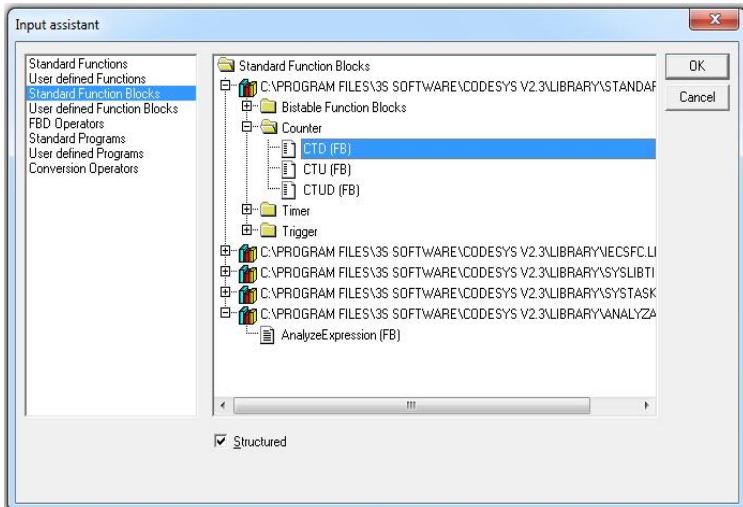

Рис. 2.2 – Вікно вибору декрементного лічильника *CTD*
ЛКМ один із створених елементів і далі використайте асистент вводу для заміни елемента *AND* на елемент *CTD* зі списку стандартних функціональних блоків, які входять до переліку *Counter* в бібліотеці *STANDARD.lib*. Ця бібліотека за умовчанням автоматично підключається до проекту під час його створення. На рис. 2.2 зображена екранна форма, на якій показано вікно вибору елемента декрементного лічильника *CTD (FB)* замість елемента *AND*, який створений раніше.